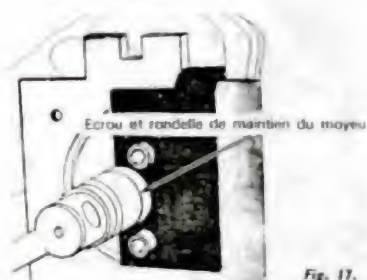

Fig. 17.
- Bloquer le moyeu d'entraînement à l'aide de la plaque spéciale, retirer l'écrou de maintien et la rondelle (fig. 17).